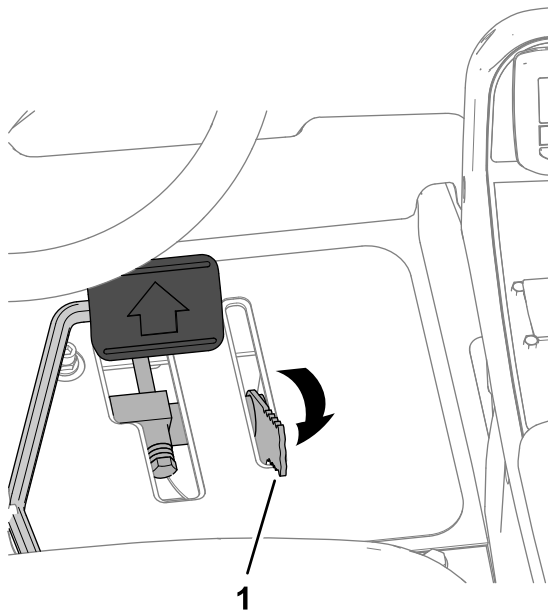

Рисунок 58
3. Переведите рычаг ограничителя скорости скашивания назад в ТРАНСПОРТНОЕ положение (Рисунок 58).